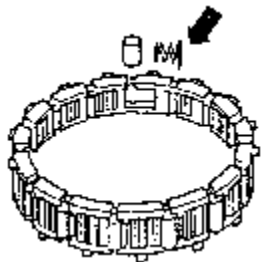

图 7-116 安装滚柱和弹簧
(1) 安装滚柱和弹簧。装入弹簧，使得较长的弹簧端啮合在保持架内，然后，将滚柱装入保持架和弹簧之间。如图 7-116 所示。